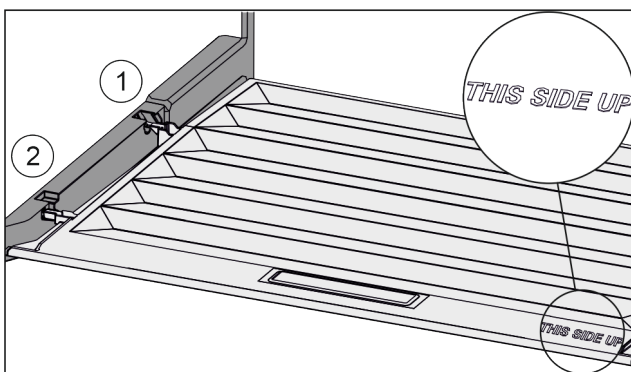

Fig. 96
- ▶ Introduzca los nervios de la tapa por la abertura del soporte trasero Fig. 96 (1) y encájelos por delante en el soporte Fig. 96 (2).